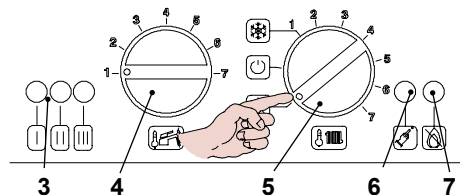

Figura 9.7
- Alimentate elettricamente la caldaia azionando l'interruttore bipolare previsto nella installazione; la lampada di segnalazione 3 in Figura 9.7 lampeggia ogni 4 secondi.
- Posizionare il selettore 5 come indicato in Figura 9.7; la lampada di segnalazione 3 lampeggia ad intermittenza circa ogni 2 secondi.
- Posizionare il selettore di funzione / manopola regolazione temperatura riscaldamento come indicato in Figura 9.7.